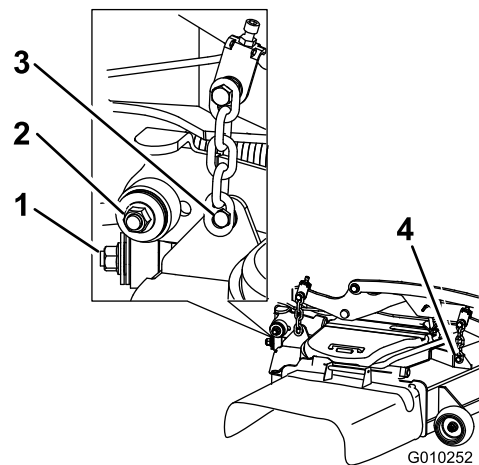

Figure 105
7. Enlevez et mettez de côté les fixations des deux côtés du tablier (Figure 105).